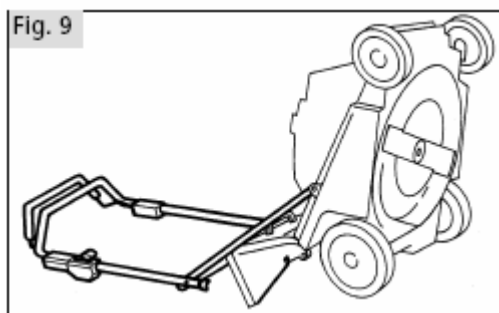

Рис.9.
- положите газонокосилку с опорой на рукоятку и отсоедините защитный кожух (рис.9). Выньте свечу зажигания и убедитесь, что топливный бак пуст.